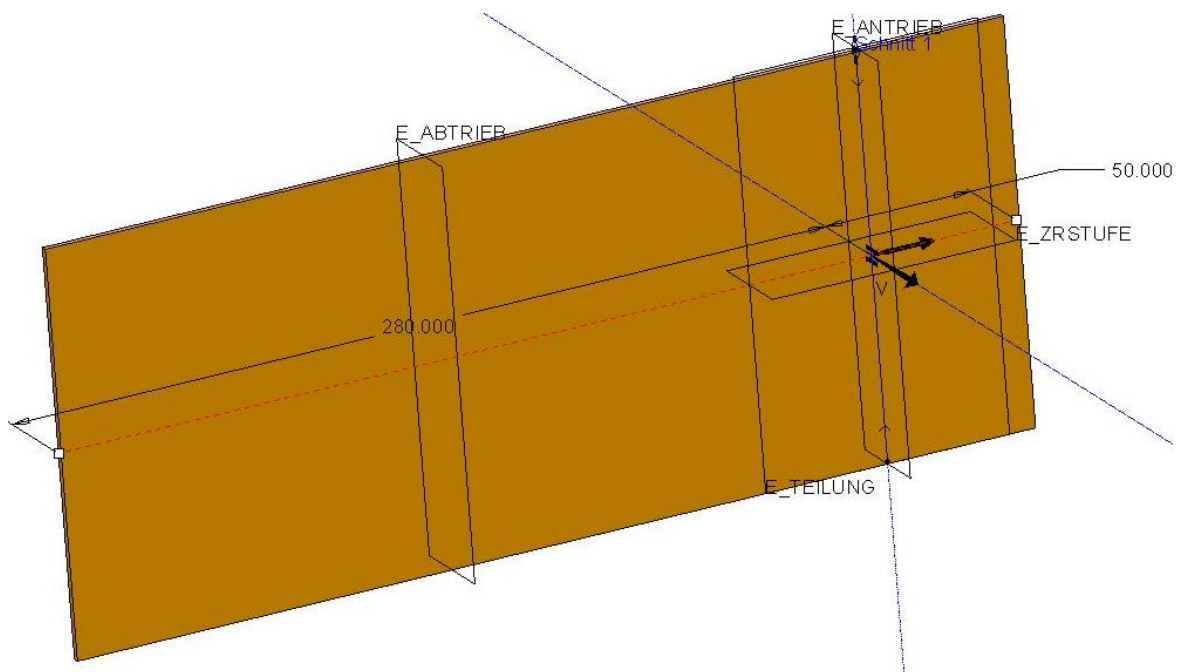

Abb. 5 Erzeugung Grundblech
► Option: Seite 1: Nicht durchgehend mit 50 mm und Seite 2: Nicht durchgehend mit 280 mm (Seite 2 in Richtung E_ABTRIEB) ► siehe Abb. 5